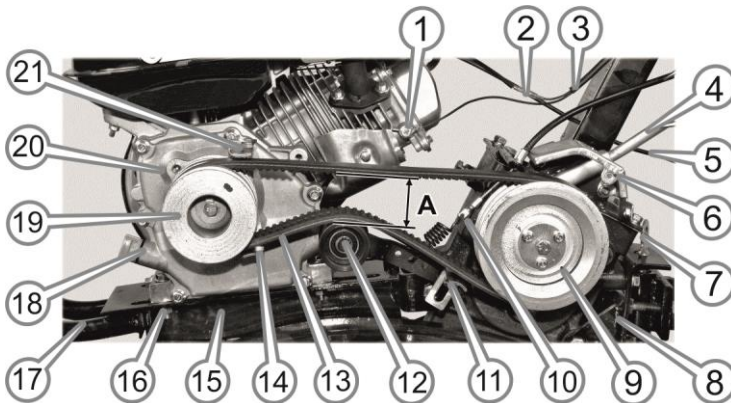

Рисунок 8 – Вид двигуна без кожуха реміної передачі
9. Дістати з меншої пакувальної коробки зібраний двигун мотоблока, оглянути його з метою виявлення можливих механічних пошкоджень. Встановити двигун на раму мотоблока (див. рисунок 8) та закріпити болтами, які передбачені в комплекті кріпильних виробів.
відстань між нижньою та верхньою гілками пасів повинна становити 60-65 мм (див. розмір «А» на рисунок 8).